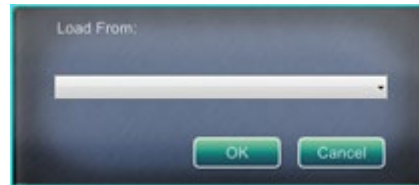

Figure 96. Boîte de dialogue Load From (Charger depuis) de l'Éditeur de présentation
Explicatif de la boîte de dialogue Load From (Charger depuis) (Figure 96)
- Pour importer une présentation configurée par autre médecin, utilisez la boîte de dialogue Load From (Charger depuis) (**Figure 96**). Entrez le nom d'un médecin (ou un profil pour la présentation) et cliquez sur **OK**.